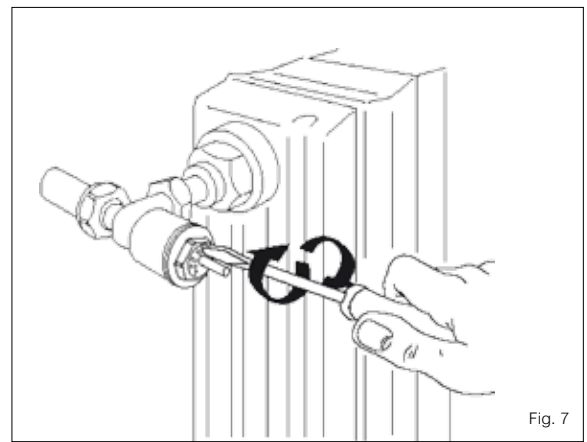

Fig. 7
- 2) Effettuare, se necessario, la prearatura eseguendo le indicazioni di progetto o selezionando la posizione dagli appositi nomogrammi (**Fig. 7**).